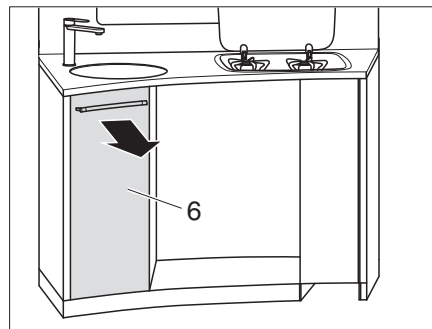

Fig. 130 Extraer el cajón superior de la cocina
- Extraer el cajón superior de la cocina (Fig. 130,6).